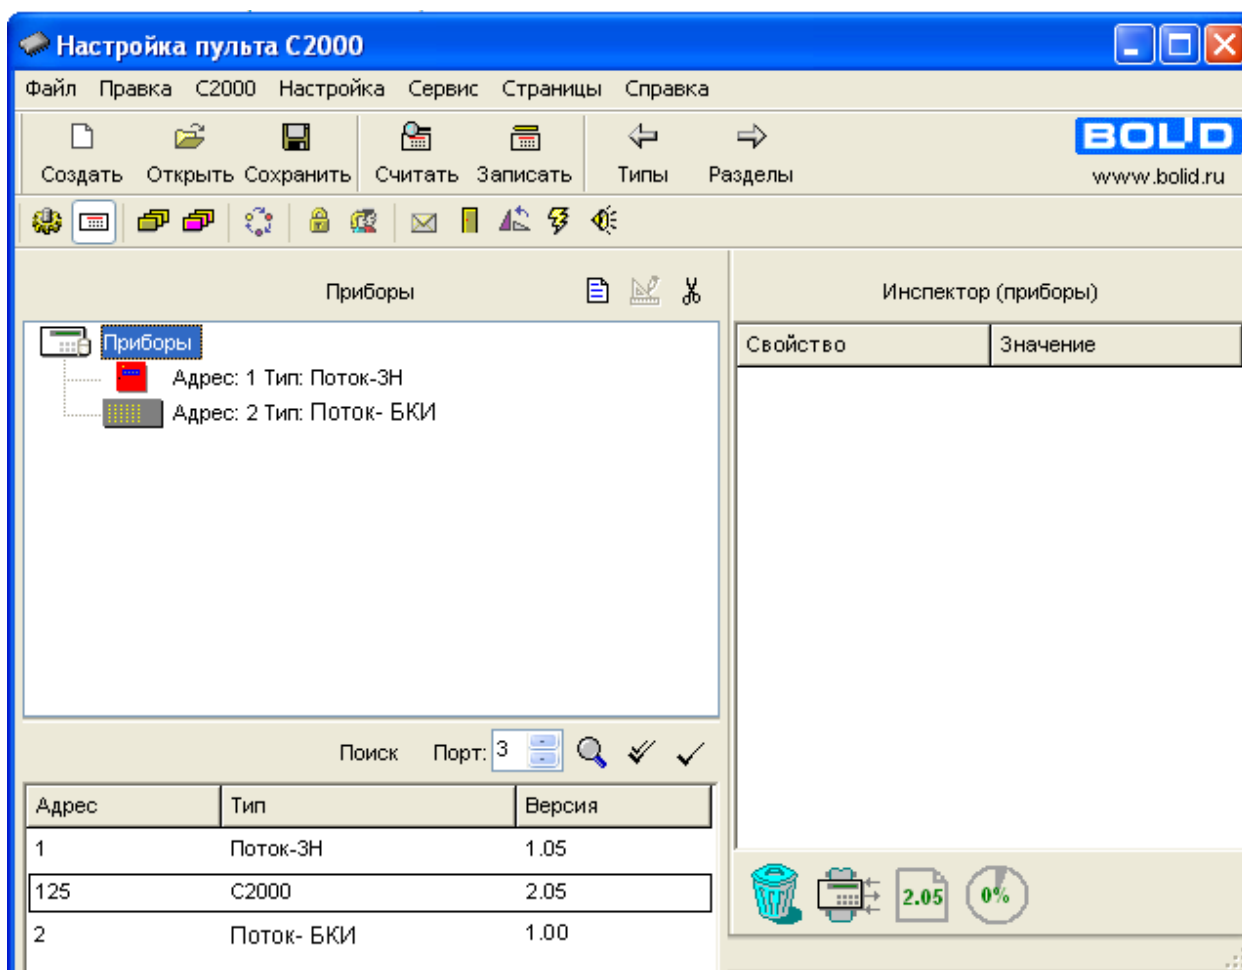

Рисунок 12
1. Запустите PProg, на вкладке «Приборы» в окне «Поиск» выберите номер СОМ-порта, к которому подключен пульт «С2000М» и нажмите кнопку  «Начать поиск». По окончании процедуры поиска на экране появится список всех подключенных приборов. Для каждого прибора указаны адрес, тип и номер версии (см. Рисунок 12).